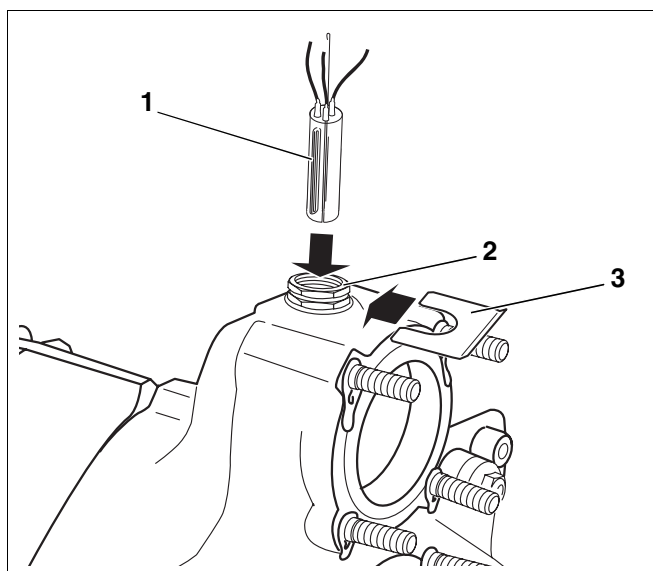

Рис. 45 Установка связки датчиков
Связка датчиков, подключенных к системе управления (три датчика, одна заглушка рис. 45, **поз. 1**), утапливается в гильзу R3/4".
- Проложить капиллярные трубки датчиков к месту измерения в котле, там вставить датчики в гильзу (рис. 45, **поз. 2**) и закрепить, установив фиксатор (рис. 45, **поз. 3**).